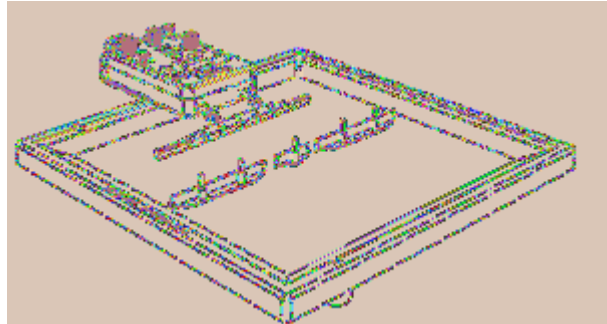

Abb. 4.2 Anordnung der langen Beugungsobjekte
1. Das mittlere Beugungsobjekt so zwischen die beiden langen Beugungsobjekte ins Wasser setzen, dass zwei 2-cm-breite Spalte entstehen. Die Beugungsobjekte parallel und im Abstand von etwa 5 cm zum Erreger für ebene Wellen anordnen (vgl. Abb. 4.2.).